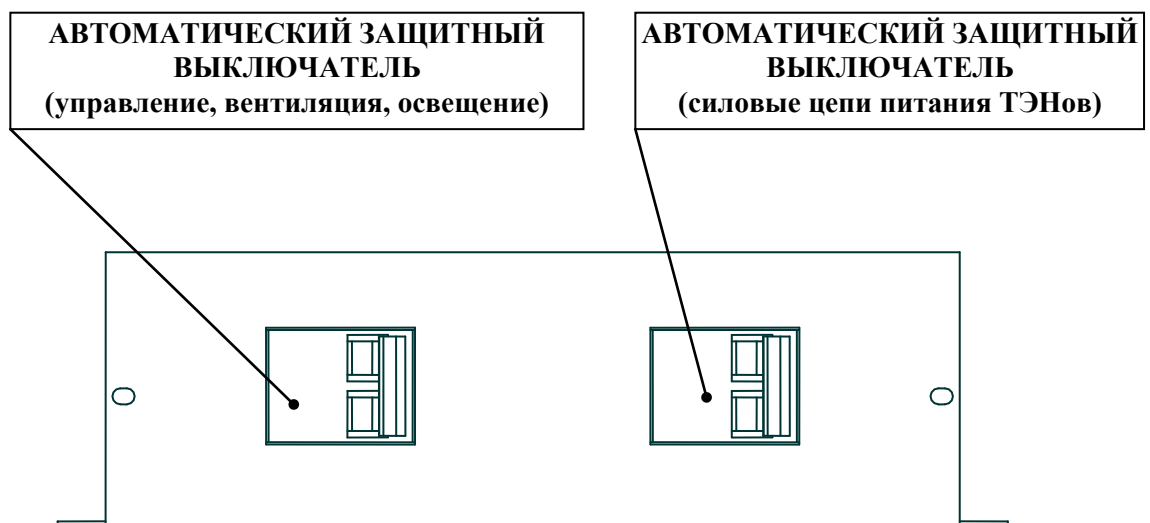

Рис. 1. Распределительный блок витрины «HEMIGA EXTRA» П2
- Электрическая система включает в себя панель управления, распределительный блок, нагревательные элементы (для электрической оттайки испарителя), панель вентиляторов испарителя, встроенный светильник. На панели управления, расположенной сверху витрины, находятся выключатели питания и освещения, электронный регулятор (контроллер). Распределительный блок электрооборудования с автоматическими защитными выключателями располагается сверху на корпусе витрины (см. рис. 1а, 1б, рис. 1).